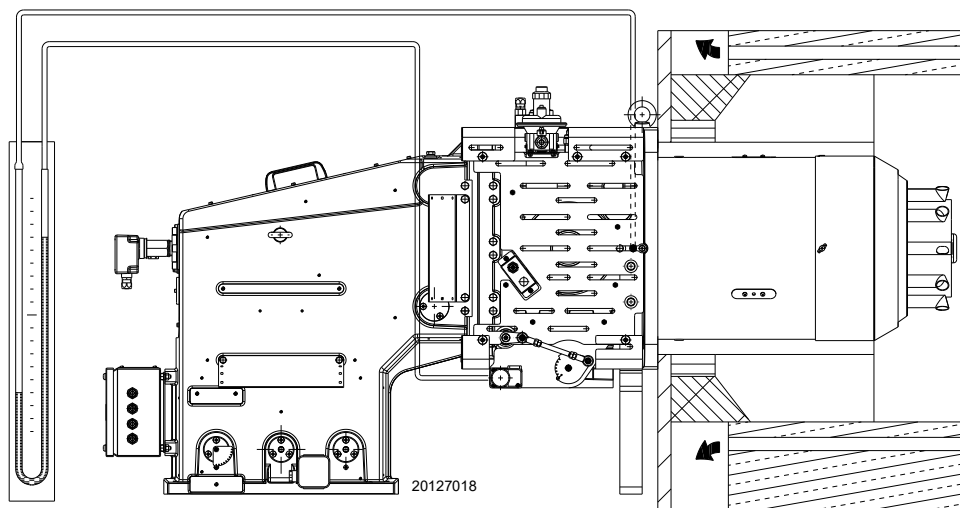

Fig. 22
- Montare un manometro a U o un manometro di tipo differenziale (Fig. 22), con presa (+) sulla pressione del gas del manicotto e (-) in camera di combustione. Serve a ricavare approssimativamente la potenza MAX del bruciatore.
L'arrivo del gas al manicotto è evidenziato dal manometro ad U (Fig. 22 a pag. 22) oppure con l'ausilio di un manometro digitale posto sulla presa di pressione sotto il manicotto.